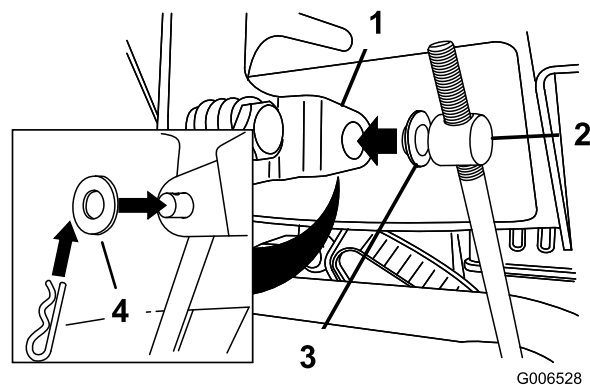

Figure 11
3. Retirez la goupille fendue et la rondelle extérieure du tourillon à l'extrémité supérieure de la tige de commande de vitesse (Figure 11).
**Remarque:** Pour faciliter l'installation, laissez la rondelle plate sur le tourillon (Figure 11).
6. Soulevez la tige de commande de vitesse et insérez le tourillon dans le trou du levier sélecteur de vitesses (Figure 11).
- B. Retirez le tourillon du sélecteur de vitesses (Figure 11).
- C. Tournez le tourillon vers le bas (sens horaire) sur la tige de commande de vitesse (Figure 11).
- D. Remettez le tourillon sur le sélecteur de vitesses (Figure 11).
- C. Tournez le tourillon vers le haut (sens antihoraire) sur la tige de commande de vitesse (Figure 11).